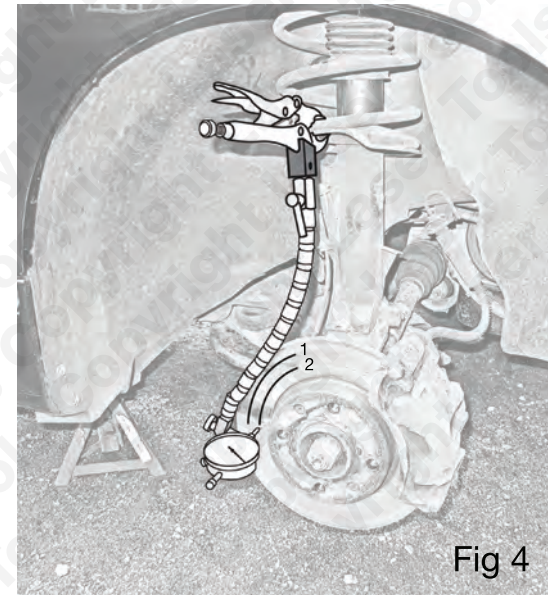

Fig 4
- Voor het beste resultaat moeten metingen worden verricht vanaf beide kanten van de schijf en van **twee** of meer verschillende radiussen aan elke zijde van de schijf. Zie **afb. 4**.